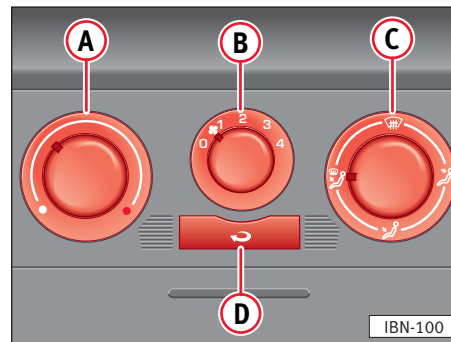

Fig. 84
• Girar o ajuste giratório **(C)** na zona entre a distribuição de ar  e  ⇒ **fig. 84.**